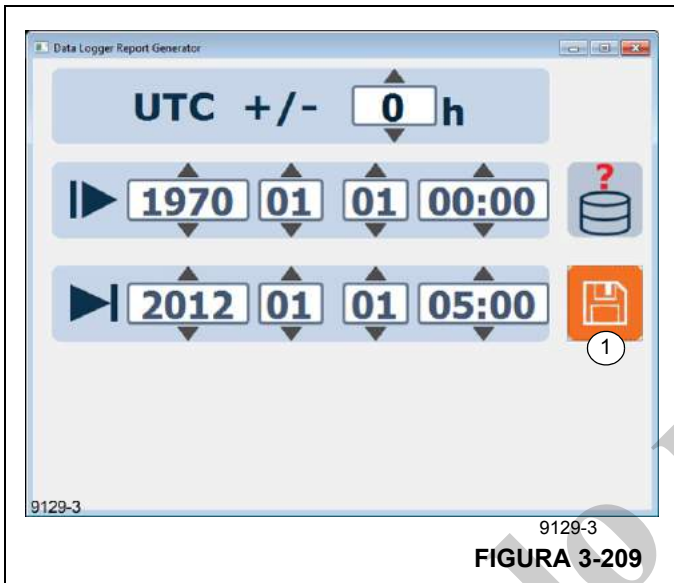

FIGURA 3-209
6. Seleccione el lapso de tiempo para el informe (Figura 3-209), el valor predeterminado es el máximo lapso de tiempo posible. Después de generar el informe, el icono de guardar en el disco (1) queda resaltado.